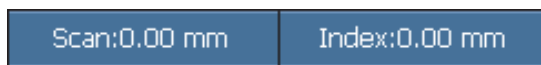

Рис. 6-17 Поля показаний Скан и Индекс
- c) Перемещайте ПЭП с кодировщиком в направлении сканирования и следите за индикатором в строке заголовка, в поле **Скан** или **Индекс** (положительное или отрицательное число) [см. Рис. 6-17 на стр. 201].